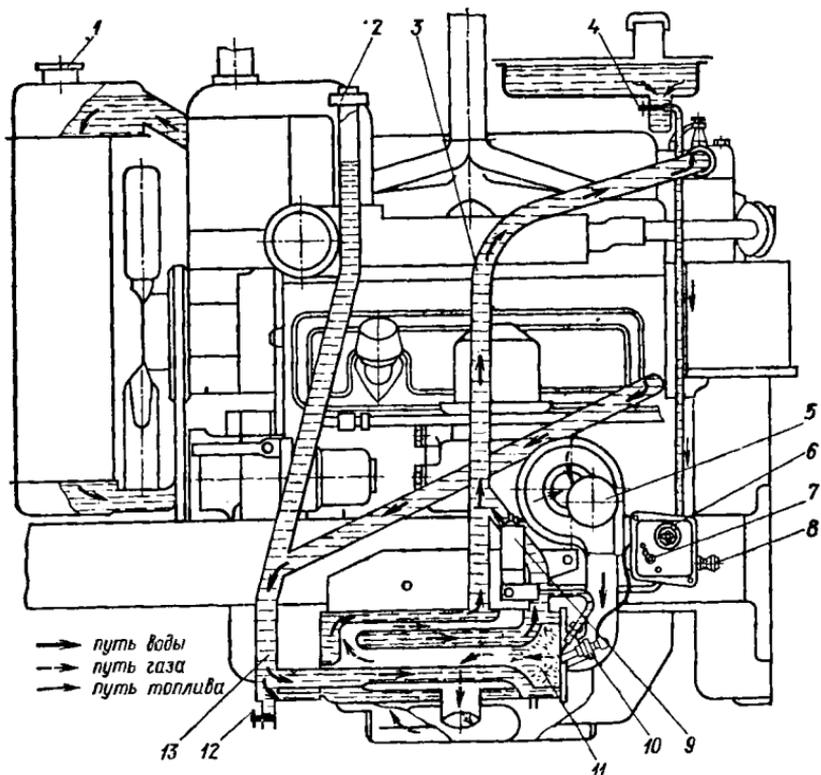

Рис. 76. Схема работы системы предпускового обогрева:
1. Подготовьте воронку и воду для заполнения системы охлаждения и откройте пробки 1 и 2 (рис. 76) заливных горловин радиатора и подогревателя.